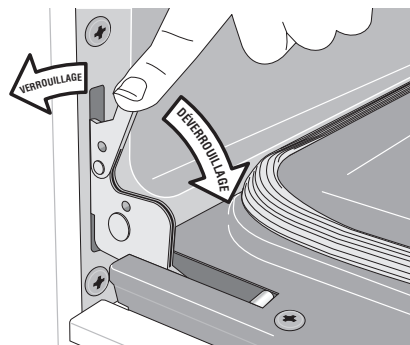

Figure 33: Charnière en position verrouillée
4. Poussez les verrous des charnières de droite et de gauche vers le haut et dans le cadre du four jusqu'à ce qu'ils soient en position verrouillée (Figure 33).